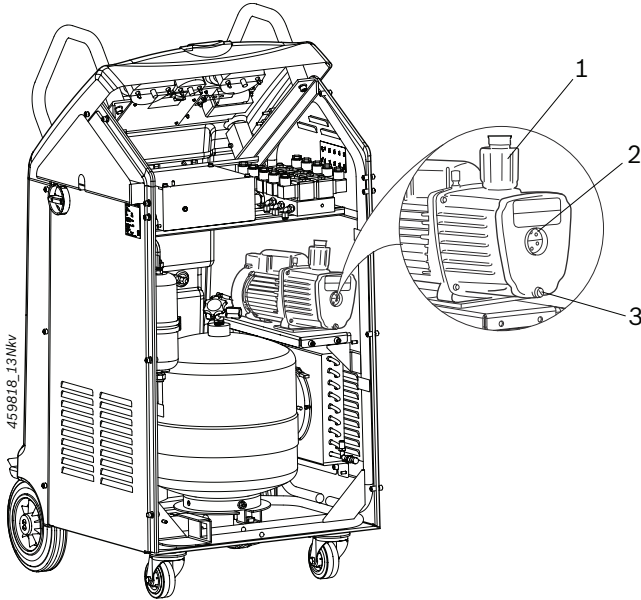

Fig. 15: Vakuumpump
2. Granska olje nivån i vakuumpumpens inspektionsglas. Minst halva inspektionsglaset skall vara täckt av olja (Fig. 15, Pos. 2). Om oljenivån inte är tillräcklig så fyll på ren olja.